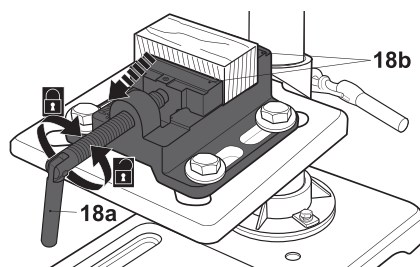

Fig. 20
- > Coloque a peça de trabalho entre as pinças (18b) do torno de aperto (18).
- > Gire a manivela (18a) para a direita para segurar a peça de trabalho (Fig. 20).